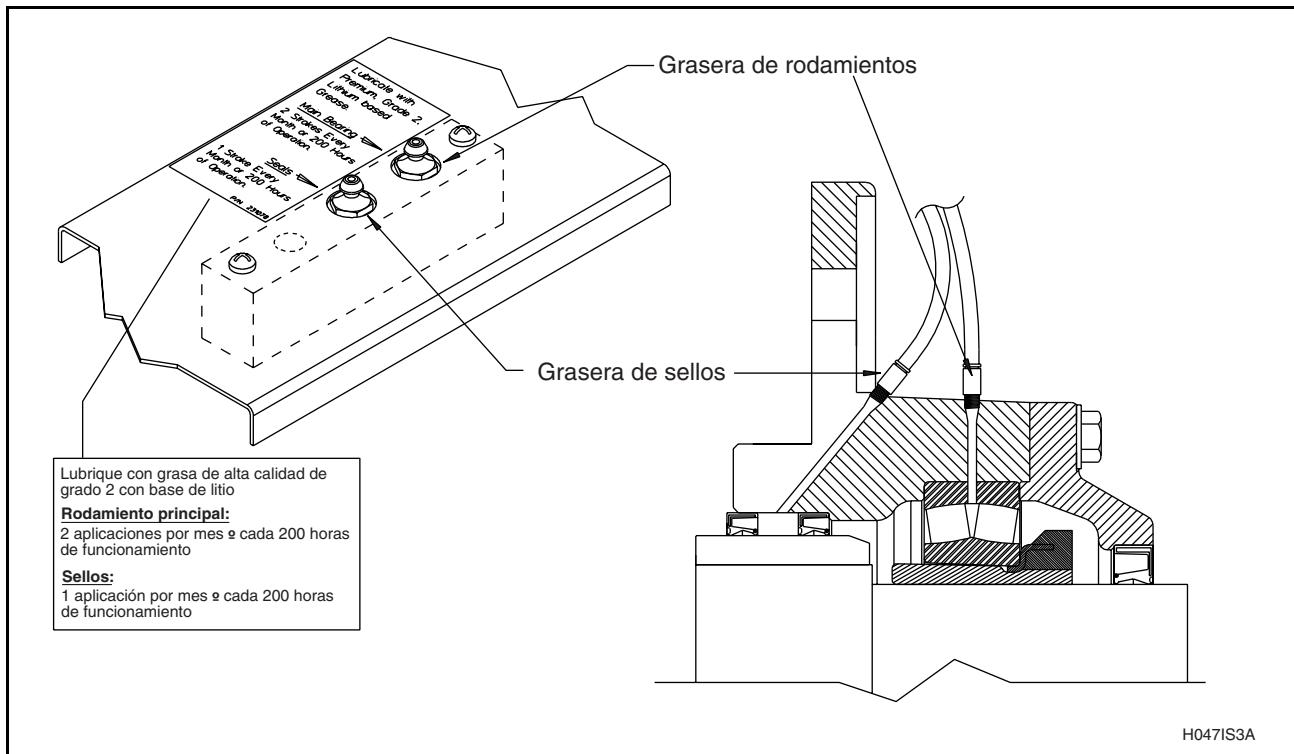

Figura 49
1. En los modelos de 80 libras de **capacidad solamente**, lubrique los rodamientos y sellos una vez al mes **o** después de cada 200 horas de uso. Vea la Figura 49.